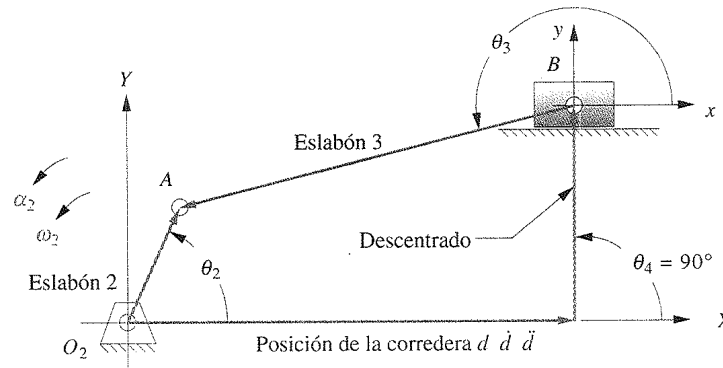

FIGURA P7-2 Configuración y terminología para los problemas 7-5, 7-6 y 7-58
- *7-5 Las longitudes de los eslabones y descentrado y los valores de θ_2 , ω_2 y α_2 para algunos mecanismos de cuatro barras manivela-corredera descentrado no invertido se definen en la tabla P7-2 (p. 257). En la figura P7-2 se muestra la configuración y terminología generales del mecanismo. Para la(s) fila(s) asignada(s), dibuje el mecanismo a escala y encuentre gráficamente las aceleraciones de las juntas de pasador A y B y la aceleración de deslizamiento en la corredera.